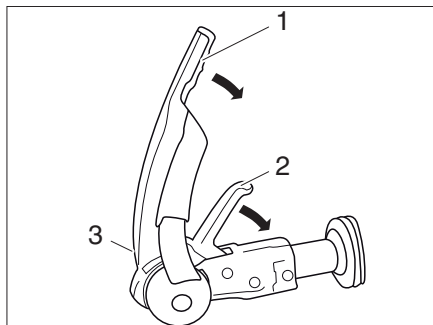

Bild 1 Säkerhetskoppling AKS 3004
- Drag stabiliseringsstången (Bild 1,1) uppåt till stoppläget.
- Dra upp kopplingshandtaget (Bild 1,2).
- Gör en visuell kontroll: Den gröna cylindern på säkerhetsindikatorn (Bild 1,3) måste vara synlig.
- Aktivera stabiliseringsanordningen. Dra stabiliseringsstången (Bild 1,1) neråt till stoppläget.